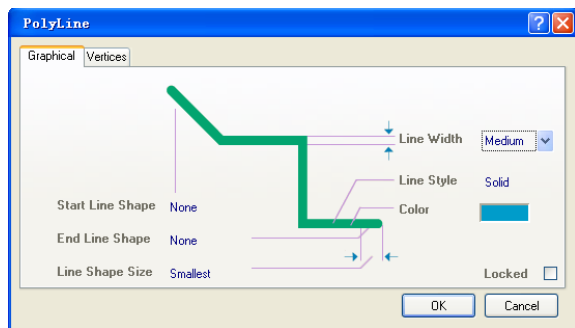

图4-24 设置Line的属性
- （4）也可以重新画‘8’字，执行Place→Line命令，按‘TAB’键，可编辑线段的属性如图4-24，选Line Width为Medium，Line Style为Solid，Color选需要的颜色，设置好后，按OK键，即可画出需要的8字。